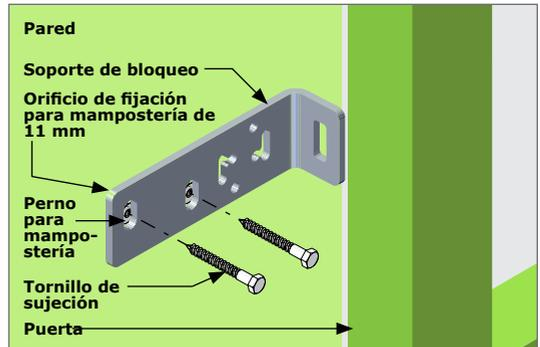

FIGURA 11. PARED – SUJECIONES
3. Utilice dos tornillos M8 y pernos de mampostería para montar el soporte en la pared. Se han previsto dos orificios de fijación de mampostería de 11mm para facilitar la instalación. Véase la Figura 11.